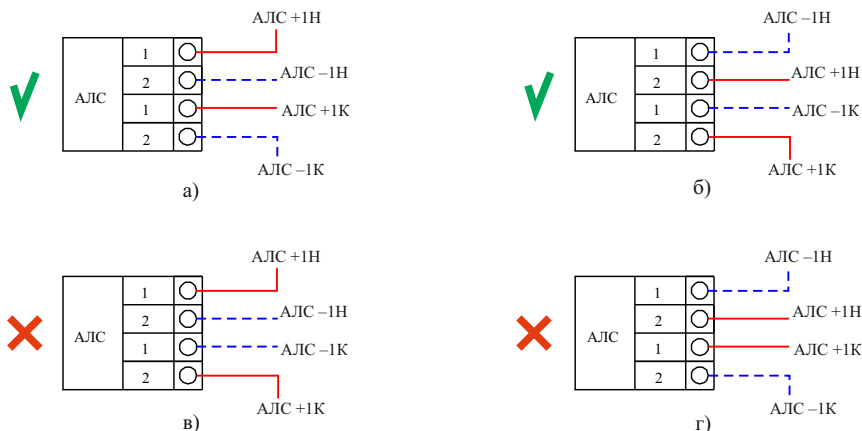

Рисунок 4 – Варианты подключения
5.5 При кольцевой топологии АЛС необходимо сохранять последовательность подключения АЛС к контактам ИЗ, как показано на рисунок 4, где а), б) – допустимые варианты, в), г) – недопустимые варианты подключения.